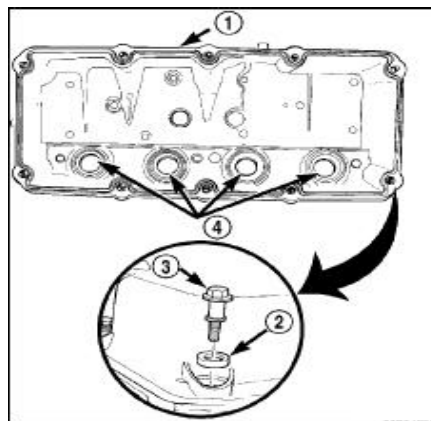

图 42 气门室盖垫片和密封圈
(1) 检查垫片和密封圈(图. 42)更换火花塞导管(查阅-发动机/气缸盖/火花塞密封-拆卸)和(查阅-发动机/气缸盖/火花塞导管-安装)。